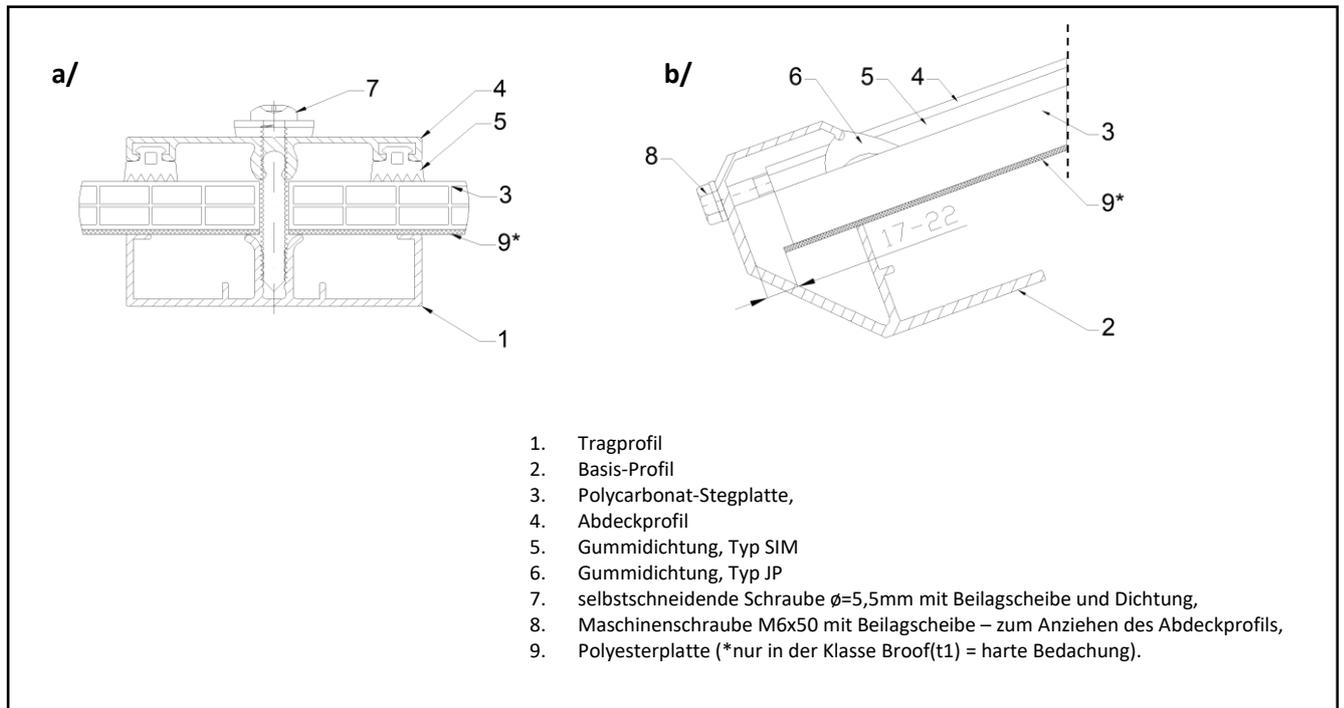

Abb. 39 Verbindungsvariantena: a/ Abdeckprofile mit Tragprofilen; b/ Basis-Profile mit Abdeckprofilen
15. Verbinde jedes Abdeckprofil an beiden Seiten mit dem Basisprofil mit Maschinenschrauben M6x50 und Beilagscheibe und ziehe es leicht an. (Abb. 39/b). Verbinde anschließend die Abdeckprofile mit den Tragprofilen mit Hilfe von Blechschrauben  $\varnothing 5,5$  mit Dichtungsscheibe. Die Schraubenlänge ist abhängig von der Stärke der Polycarbonat-Platten und den verschiedenen Typen der Tragprofile der jeweiligen Lichtband-Konstruktion (Tabelle 5 Schraubenlänge für die Montage der Abdeckprofile) Für eine optimale kraftschlüssige Verbindung werden die Schrauben von der Bogenmitte aus zu den jeweiligen Enden angebracht. Die Polycarbonat-Stegplatte am Rand (über dem Kopfstück) kann mit den Montageschrauben durchgebohrt werden.
21. Unter die vertieften Abdeckprofile sind Polycarbonatplatten-Streifen zu legen. Jedes Abdeckprofil senkrecht zu den Basisprofilen wird mittels Maschinenschrauben M6x50 mit Beilagscheiben an beiden Seiten mit dem Basisprofil verbunden und vorgespannt (Abb. 39).
28. Die Polycarbonatfelder unter den Klappen sowie die Randfelder des Lichtbands können nicht standardmäßige Längen aufweisen. Die Dichtungen für diese Felder sind entsprechend vorzubereiten. Diese Dichtung sollte auf die Breite des jeweiligen Polycarbonatfeldes, in dem sie montiert wird, + 2 cm Zugabe zugeschnitten werden. Wenn die Feldbreite die Dichtungslänge um mehr als 2 cm überschreitet, ist der Spalt mit zwei gleich langen Dichtungsabschnitten, jeweils mit 2 cm Zugabe, auszufüllen. Anschließend weiter die Montage gemäß (Abb. 52 Kopfstück-Dichtung im 80er Profilsystem) fortsetzen. Eine korrekt eingesetzte Dichtung sollte im Querschnitt wie in der Zeichnung (Abb. 39) aussehen.
Korrekt montierte Dichtung siehe Abb. 39.